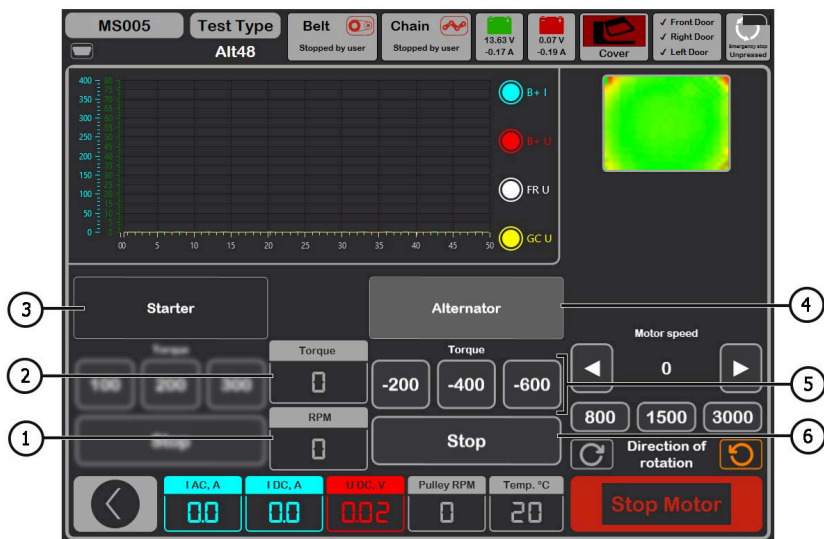

Рисунок 28. Меню режиму перевірки генератора 48В
У режимі діагностики генераторів 48 В (рис. 28) на екрані може відображатися така характерна інформація:
- 6.1 Послідовно збільшуйте або зменшуйте момент опору (поз. 5 рис. 28). При цьому значення струму "I DC, A" має також пропорційно збільшуватися або зменшуватися.
- 6.2 Кнопкою **"Stop"** (поз. 6 рис. 28) зупиніть режим перевірки.
- 7.2 Кнопкою **"Stop"** (поз. 6 рис. 28) зупиніть режим перевірки.